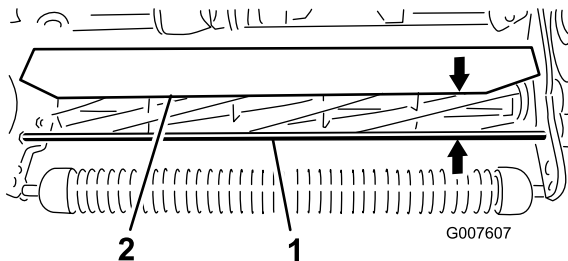

Bild 51
1. Messen Sie den Abstand zwischen dem oberen Ende der vorderen Stützstange und der vorderen Lippe des Schutzblechs an jedem Ende der Schneideinheit (Bild 51).